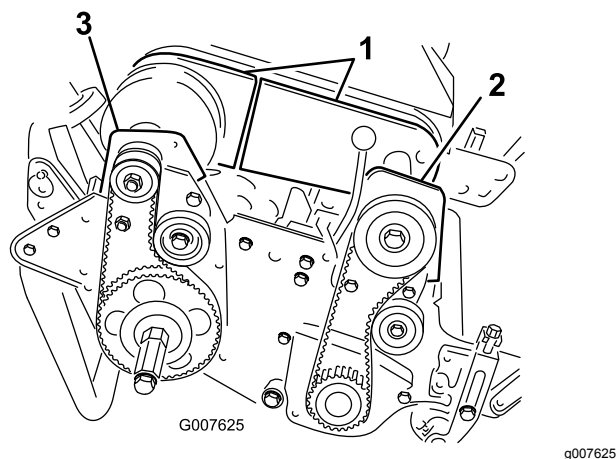

Figura 43
- Retire os parafusos que prendem as secções frontais e traseiras da cobertura do diferencial à estrutura do diferencial e deslize a cobertura para fora para expor a correia (Figura 43).
6. Retire os 2 parafusos e porcas que prendem a estrutura da embraiagem frontal à placa lateral (Figura 43).
8. Retire os 2 parafusos e porcas que prendem a estrutura da embraiagem direita traseira à placa lateral (Figura 43).